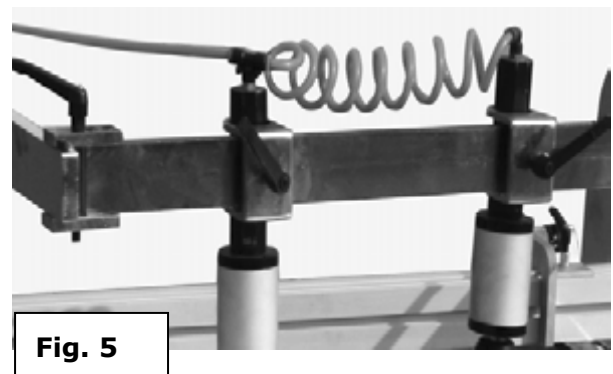

Fig. 5
- Coloque la manguera de aire comprimido larga en la conexión Y. **Fig. 5**